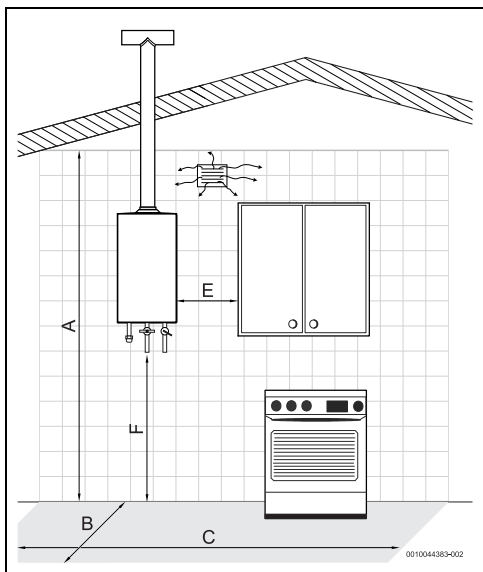

Fig. 12 Distancias mínimas (cm)
- ▶ Respetar las separaciones mínimas indicadas en la Fig. 12.